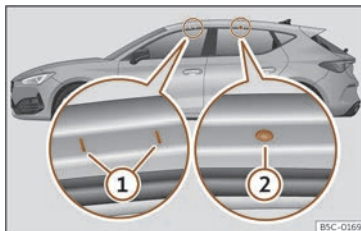

Fig. 138 Punts de fixació de les barres longitudinals per al portaequipatges del sostre (Leon).
Els punts de fixació davanters i posteriors ① i ② només es poden veure amb les portes obertes»» **fig. 138**.